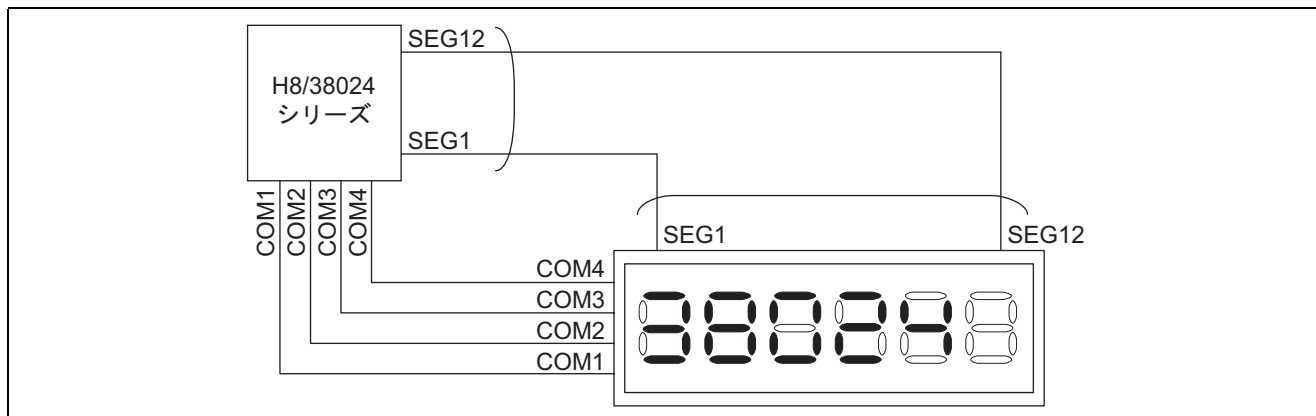

図 1 液晶表示例
- (1) H8/38024 シリーズのセグメントタイプの LCD コントロール回路，LCD ドライバと電源回路を使用して LCD を表示します。
- (2) 4 本のコモン信号と 12 本のセグメント信号を使用して，1/4 デューティで表示を行ないます。
- (3) 本タスク例の液晶モジュール接続例と液晶表示例を図 1 に示します。